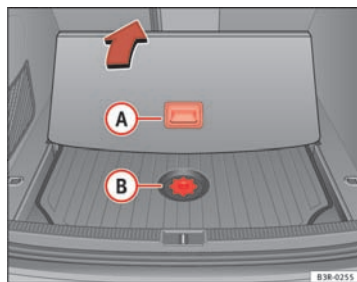

Fig. 191 Accès à la boîte à outils et au cric
- Repoussez le cache du plancher de chargement à l'aide de la poignée **A** ⇒ fig. 191.
- Dévissez la vis de fixation du cache **B** ⇒ fig. 191.